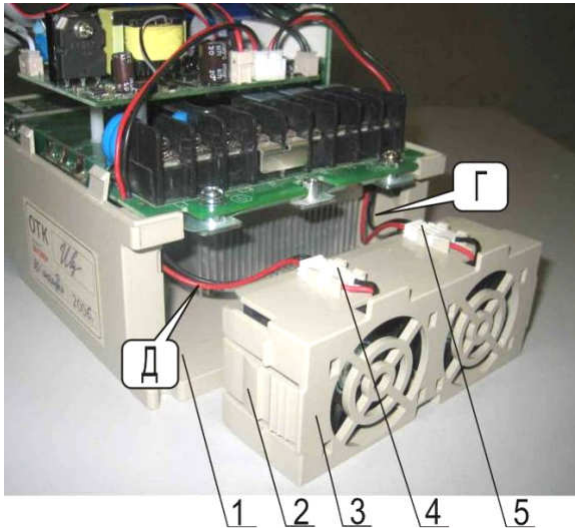

Рис. 7.14
7.7.2. Соединить разъемы (4) и (5) проводов питания вентиляторов (Д) и (Г) (рис. 7.14).